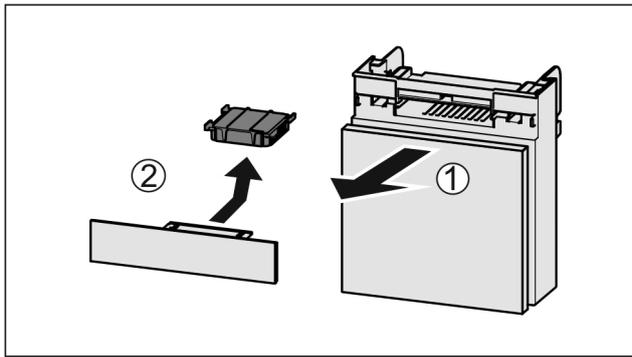

Fig. 135
- ▶ Fach nach vorne herausziehen Fig. 135 (1).
- ▶ Aktivkohlefilter entnehmen Fig. 135 (2).